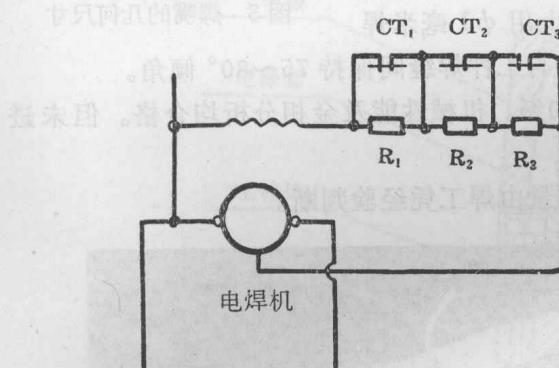

图 5 电流衰减线路图
(1) 电流衰减是通过逐步加大电焊机的激磁回路电阻，使激磁电流逐步减小，因而焊接电压不是突然而是逐渐降低的(见图 5)。